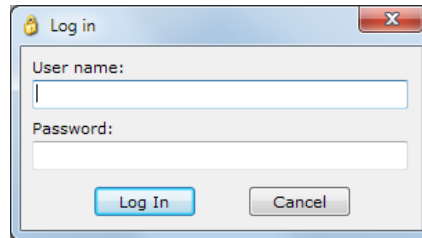

Figure 56-1. Écran Connexion
1. Utilisez l'Explorateur des paramètres de BESTCOMSP*Plus* pour sélectionner Configuration du nom d'utilisateur (Username Setup) sous Paramètres généraux, Configuration de la sécurité du dispositif. La boîte de dialogue Connexion (Login) s'affiche. Reportez-vous à la Figure 56-1 Un accès de niveau administrateur est requis pour configurer des noms d'utilisateur et des mots de passe.